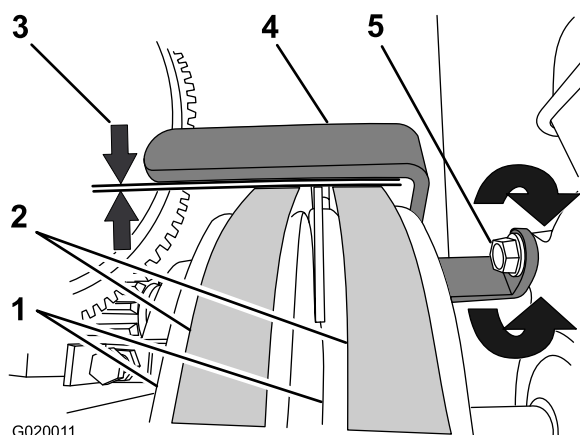

Figure 60
3. Vérifiez que le guide et les courroies sont espacés de 2,5 à 4 mm (3/32 à 5/32 po); voir Figure 60.
- A. Desserrez le boulon qui fixe le guide de courroies au moteur (Figure 60).
- B. Tournez le guide de courroies vers le haut ou le bas jusqu'à ce que vous obteniez un écartement de 2,5 à 4 mm (3/32 à 5/32 po) entre le guide et chaque courroie (Figure 60).
- C. Resserrez le boulon qui fixe le guide de courroies au moteur (Figure 60).